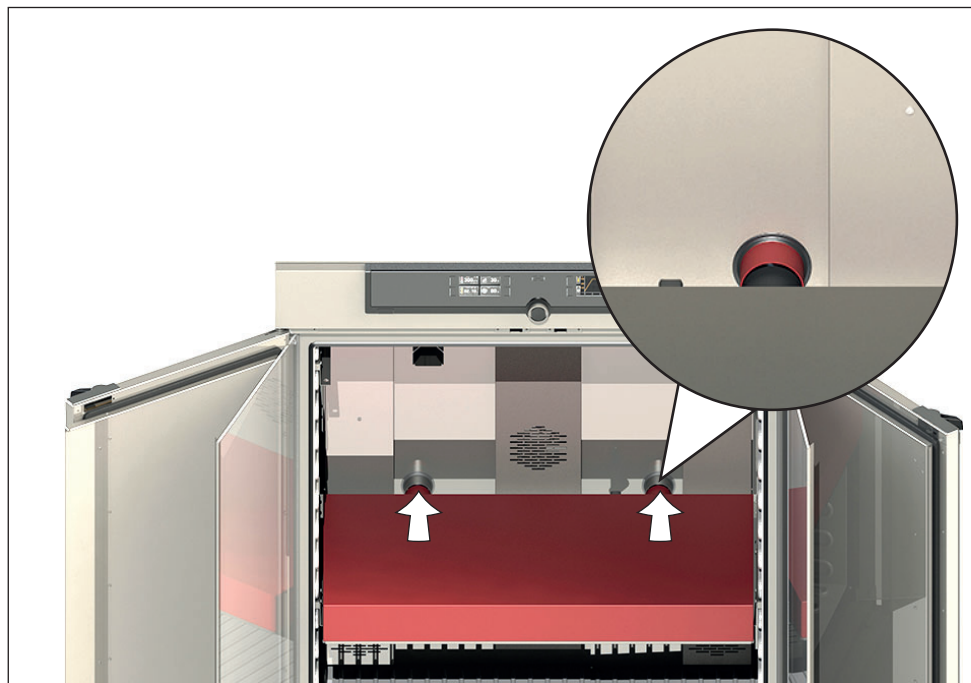

Abb. 36 Lichtkassette wieder einsetzen
9. Lichtkassette wieder in das Gerät schieben. Dabei die beiden Stützen der Lampenkühlung in die Durchführungen in der Geräterückseite einführen, bis sie einrasten (Abb. 36).